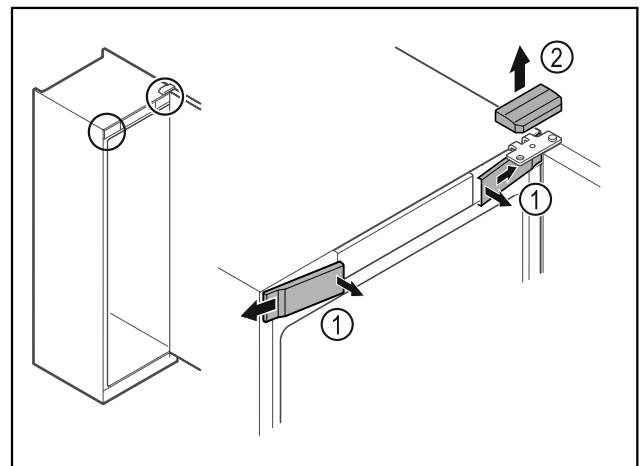

Fig. 10
- ▶ Vidinėje pusėje atfiksukite priekines dengiamąsias plokšteles Fig. 10 (1) ir nuimkite jas į šoną.
- ▶ Nuimkite viršutinę dengiamąją plokštelę Fig. 10 (2) į viršų.